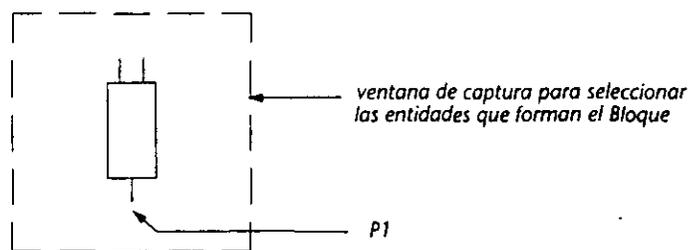

Figura 4-3. Selección de entidades y punto de inserción del Bloque CONN
Es necesario definir un nuevo Bloque, CONN, a partir de las entidades que muestra la Figura 4-3.
Defina el Insertion base point mediante la referencia a objetos END y elija el punto P1 indicado en la Figura 4-3.
4. Utilice una ventana de captura para seleccionar las entidades que forman el conector, como indica la Figura 4-3.